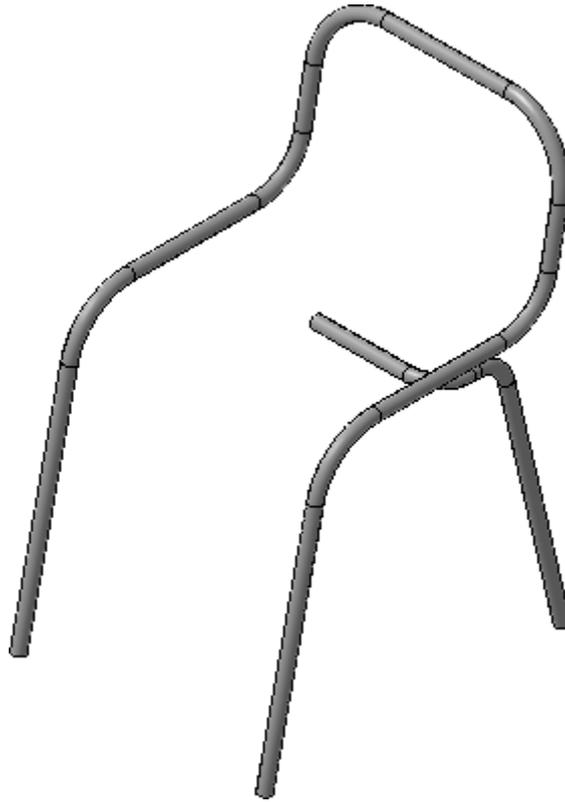

Рисунок 56.
- Нажмите кнопку Создать объект  — будет построен кинематический элемент (рис. 56).